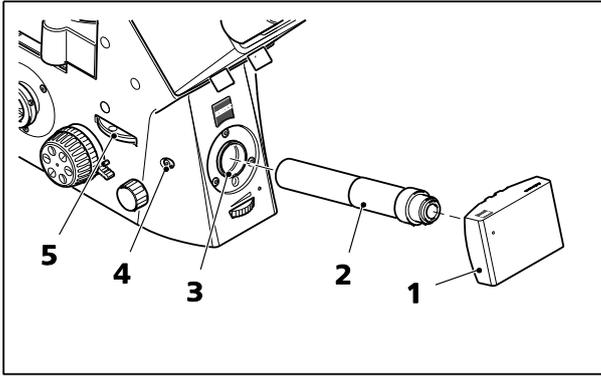

Fig. 163 Connexion vidéo
- Les microscopes Axio Observer 5, 5 materials et 7, 7 materials permettent de raccorder une caméra vidéo ou une caméra numérique (p. ex. caméra numérique Axiocam de ZEISS), (Fig. 163/1) au port avant via l'adaptateur vidéo V200 C 2/3" 0,63x (Fig. 163/2).
- La connexion de l'adaptateur vidéo est similaire à celle de l'adaptateur photo. Fixer l'adaptateur vidéo prémonté (Fig. 163/2) au port avant (Fig. 163/3), l'aligner et serrer la vis de serrage (Fig. 163/4) à l'aide du tournevis à tête sphérique de 3 mm.
- Après avoir fait passer le faisceau (Fig. 163/5) de l'observation visuelle au port avant, 100 % de la lumière est désormais disponible pour l'appareil photo.